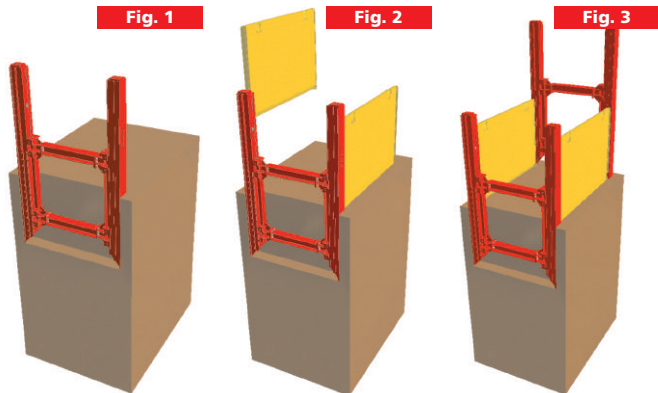

Afb. 2
Een traverse, bestaande uit twee sleden en de voor de sleufbreedte noodzakelijke tussenstukken, welke u volgens afbeelding 2 met schroeven DIN 6914 M24x85-10.9 HV, moeren DIN 6951 M24-10 en schijven DIN 6916 voldoende vastgeschroeft. Alle schroefverbindingen dienen na iedere uitbouw van de bekistingselementen te worden gecontroleerd en zo nodig te worden nagetrokken. Het aandraaimoment bedraagt 750 Nm, de sleutelwijdte van de HV-schroeven 41 mm. Traverse overeenkomstig afbeelding 2 in de geleiding van de liggende geleidebalk inschuiven. Er dient uitsluitend geschikt hijsmateriaal te worden gebruikt. De aanwezige hijsogen dienen te worden gebruikt.
- b) Achtereenvolgens een bekistingsplaat met geschikt hefwerktuig opnemen, in de geleidingen van de geleidebalken voegen en uitlijnen. (Fig. 2).